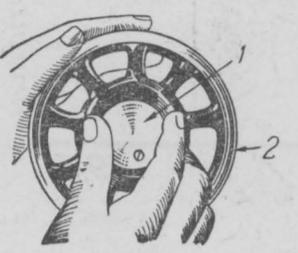

Рис. 3.
**Намотка шпульки.** Для намотки шпульек служит особая моталка, прикрепленная к задней части платформы рукоятки около маховика. При намотке шпульки механизм машины не должен работать, поэтому прежде всего нужно освободить маховик, чтобы он вращался совершенно свободно. Освободить маховик можно, повернув на себя круглую накатную головку большого фрикционного винта (рис. 3). После этого шпуль-